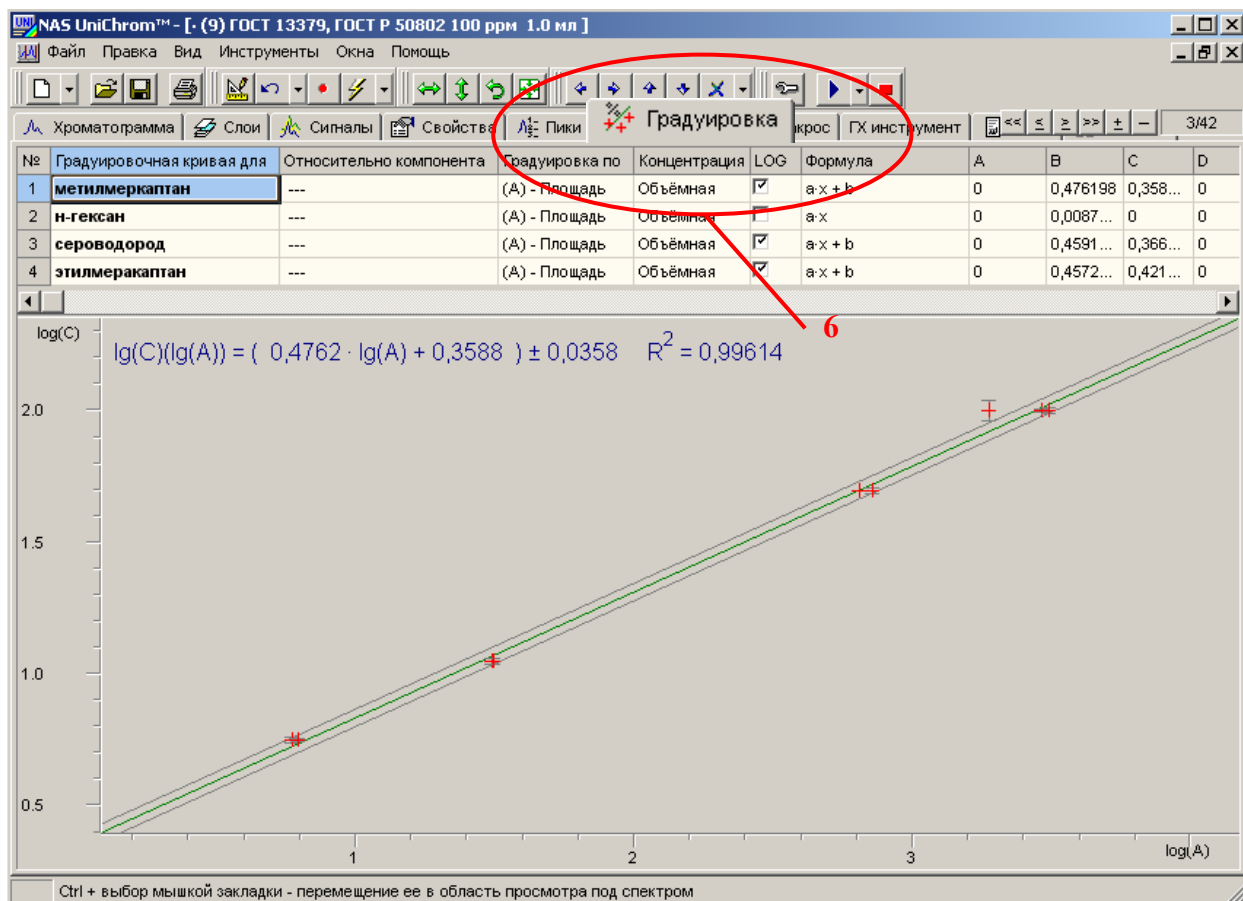

Рис. 79. Страница «Градуировка»
10. Перейдите на страницу «Градуировка» (Рис. 79)